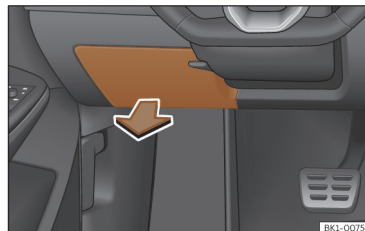

Abb. 179 Auf der Fahrerseite in der Instrumententafel: Abdeckung des Sicherungskastens.
- Greifen Sie die Abdeckung an der Rückseite und nehmen Sie sie in Pfeilrichtung ab >>> (Abb. 179).